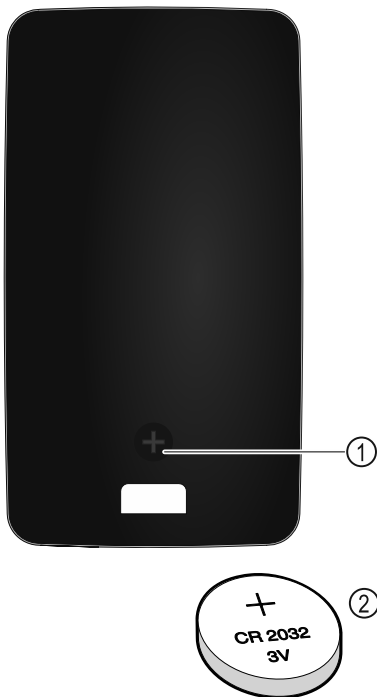

Fig. 229
A távvezérlés áramellátása egy CR 2032-es típusú, 3V-os Fig. 229 (2) elemmel történik, amely szakkereskedésekben szerezhető be.
- ▶ Csavarozza ki a csavart Fig. 229 (1) a távvezérlő hátoldalán.